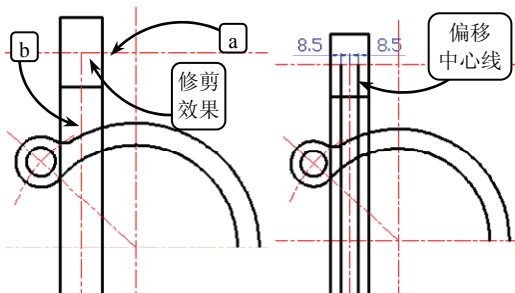

图 3-60 修剪轮廓线并偏移中心线
⑧ 利用【修剪】工具选取水平中心线 a 为修剪边界，修剪竖直中心线 b。然后利用【偏移】工具将修剪后的竖直中心线 b 向左右两侧分别偏移 8.5，并将偏移后的中心线转换为【轮廓线】图层，效果如图 3-60 所示。